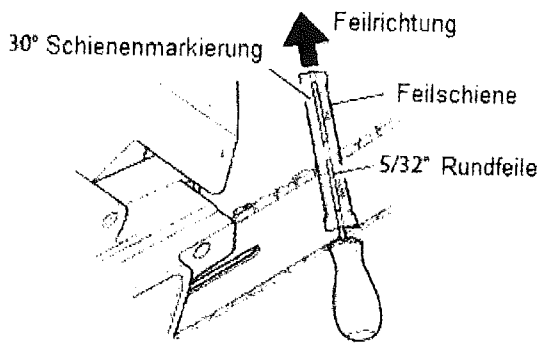

Abbildung 15
3. Drücken Sie die Rundfeile (fixiert an der Feilschiene) in die Rille zwischen der oberen Platte und dem Tiefenmaß auf der Kette. Die Feilschiene sollte auf sowohl der oberen Platte und dem Tiefenmaß aufliegen. (Siehe Abbildung 15) (Hinweis: Feilen Sie im Mittelbereich der Führungsschiene.)